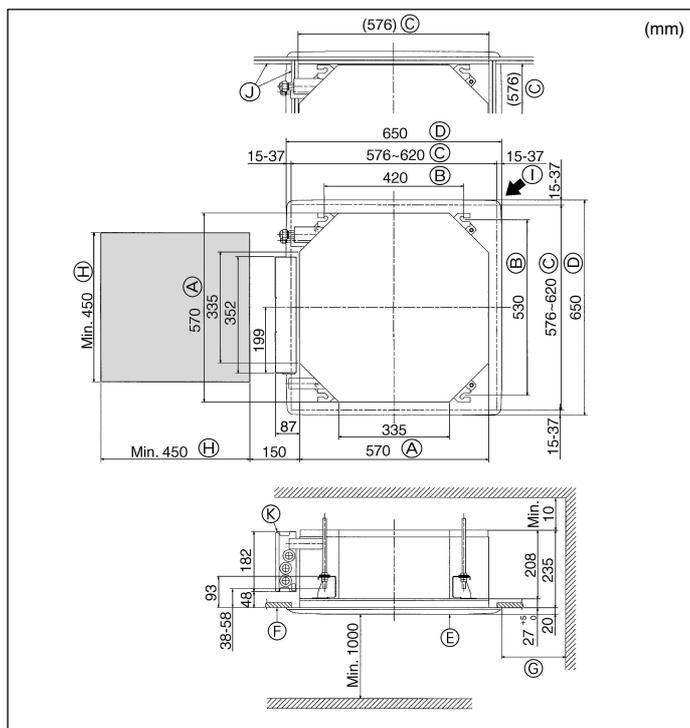

Fig. 4-2
4.2. Posizione delle aperture a soffitto e dei bulloni di sospensione (Fig. 4-2)
- (A) Lato esterno dell'unità principale
- (B) Passo del bullone
- (C) Apertura a soffitto
- (D) Lato esterno della griglia